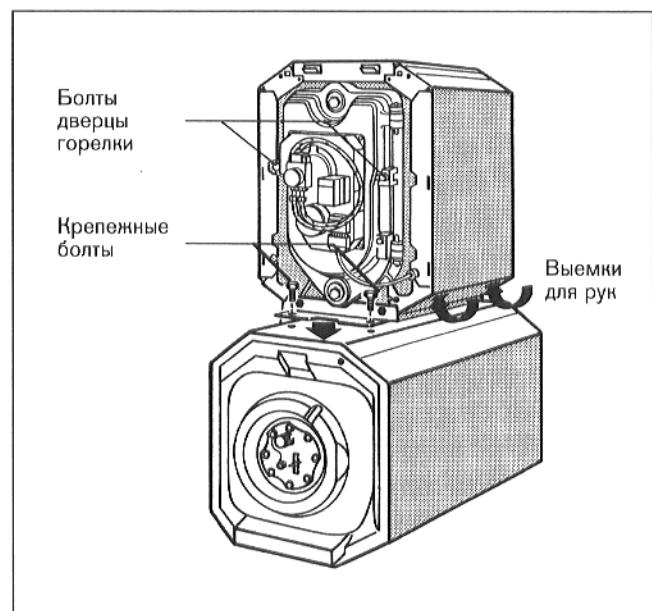

Рис. 4
- Открыть дверцу горелки, вывинтив предварительно два болта (рис. 4).
- Приподнять котел за выемки в кожухе котла и поставить на бойлер. Крепежные отверстия в крепежном угольнике должны совпадать с крепежными отверстиями в бойлере (рис. 4).
- Привинтить крепежный угольник к бойлеру (рис. 4; M 10 x 30).
- Подвесить дверцу горелки и закрепить двумя болтами (рис. 4).